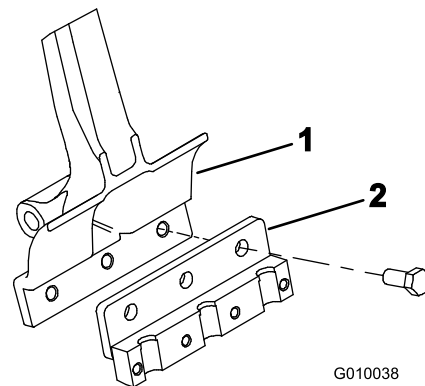

Figure 22
3. Montez un porte-louchets sur chaque bras d'aération avec 3 boulons (1/2 x 1-1/4") (Figure 22). Serrez les boulons à 101,6 N m.